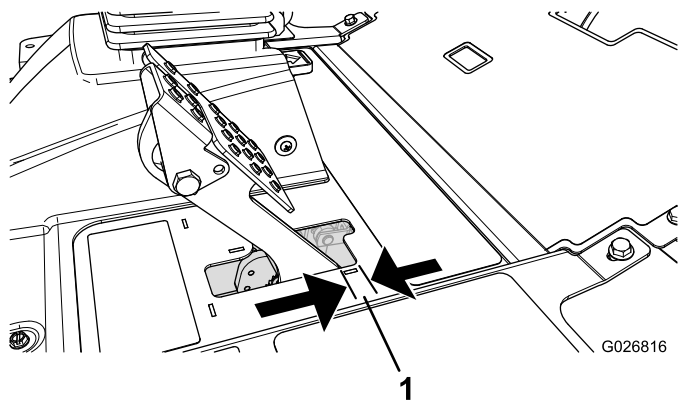

图62
当刹车踏板的自由行程图62超过 2.5cm 时或需要施加更大保持力时应调节刹车。自由行程是您感到刹车阻力之前刹车踏板移动的距离。
2. 紧固后螺母向后移动拉线直到车轮被锁定时刹车踏板的自由行程图62达到 613 mm。